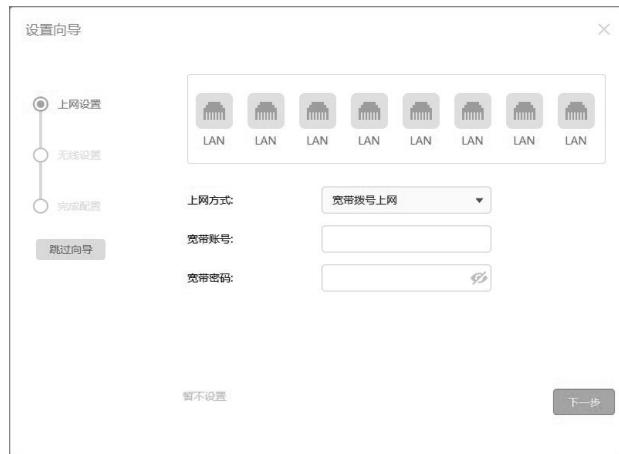

图4-5 未检测到宽带网线界面
2) 未检测到宽带网线连接时, 软件界面不显示WAN口, 如图4-5所示, 用户可根据实际WAN口配置情况进行预配置。